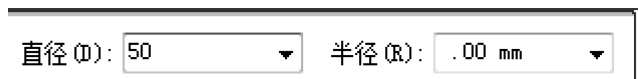

图 6-16 填入直径尺寸值
(7) 单击【绘制草图】选项卡【绘图】区域下的  【圆】按钮下的【中心和点画圆】，在弹出的菜单栏中的 直径 (D):  .00 mm  【直径】中填入值 50mm，如图 6-16 所示。